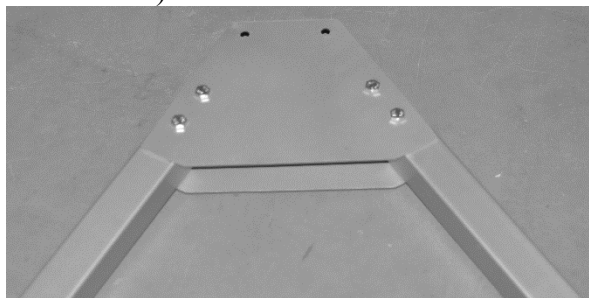
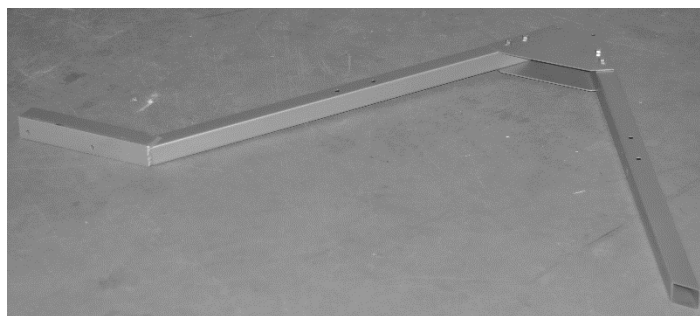

Рис. 2.1
Рис. 2.2
3. К полученной конструкции при помощи болтов М8х60(7) присоедините ножки с креплением под подставку(4) (Рис. 2.1 и Рис. 2.2)